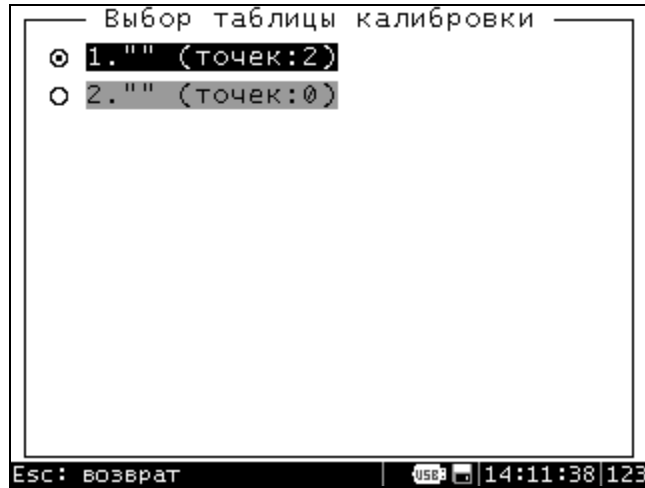
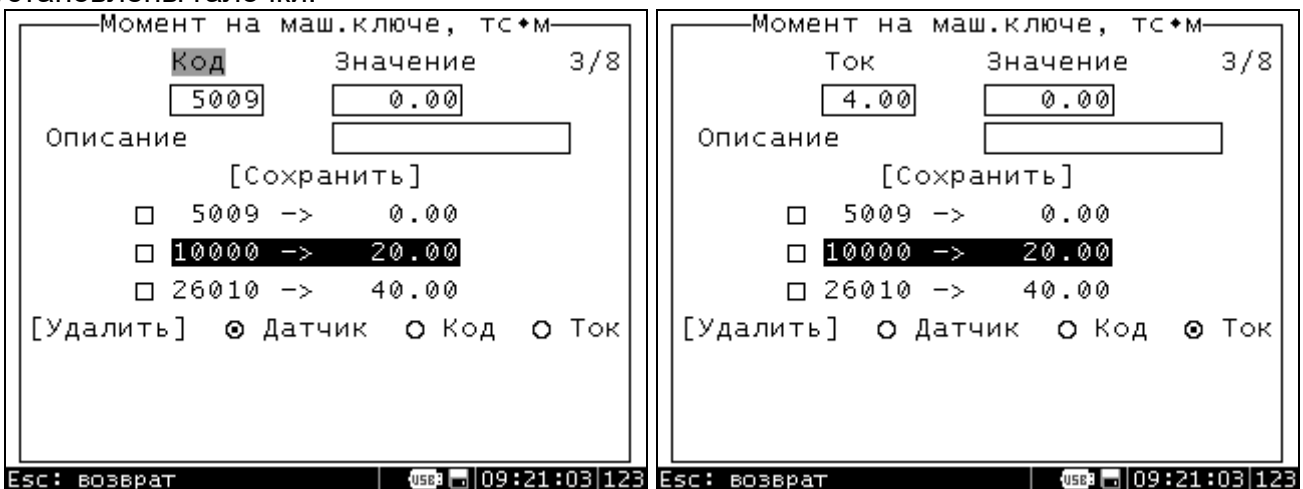

Рис. 11. Выбор таблицы калибровки.
Рис.12. Таблица калибровки.
- "Калибровка". Вход в этот пункт позволяет создать новую таблицу калибровки параметра или изменить ранее созданную (рис. 12). Вход в этот пункт открывает список таблиц калибровки (аналогично рис.11). Таблица состоит из набора точек, каждая точка представляет собой пару полей: